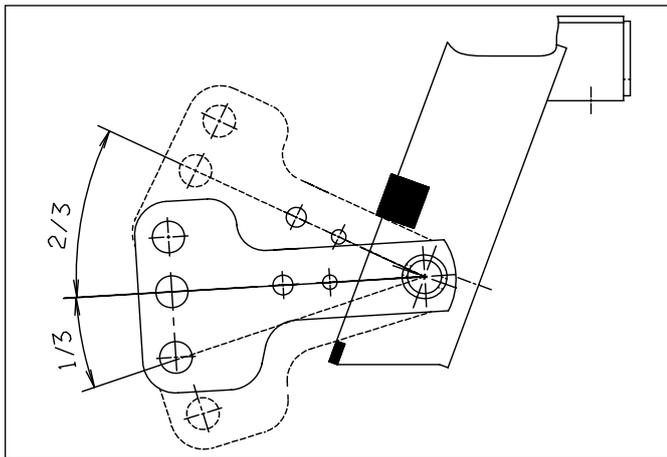

Fig. 2-21
- Fig. 2-21** 15) Prüfen, ob der Schwenkarm sich, falls möglich, ca. 1/3 nach unten und ca. 2/3 nach oben bewegen kann, wenn das Schneidwerk auf dem Boden steht, die Unterlenker gesenkt sind und die Haltekette straff ist. So ist die Maschine für eine optimale Boden Anpassung eingestellt.